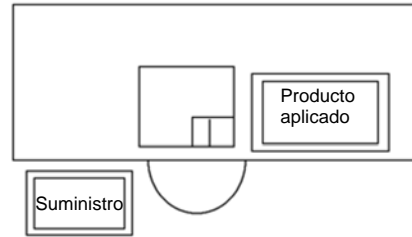

Figura 8
3.3. Consideraciones que afectan a la colocación de las máquinas de banco (Figura 8)
En la Figura 8 se muestra la ubicación adecuada de la máquina y del operario y la recomendada del pedal.